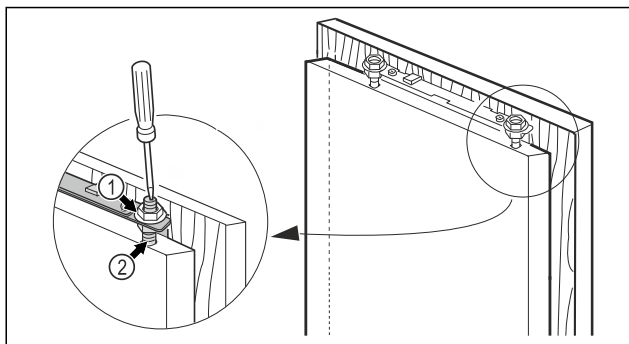

Fig. 49
- ▶ Spænd kontramøtrikkerne Fig. 49 (1) fast med en sekskantnøgle 13, og hold samtidigt imod justeringsboltene Fig. 49 (2) med en skruetrækker.